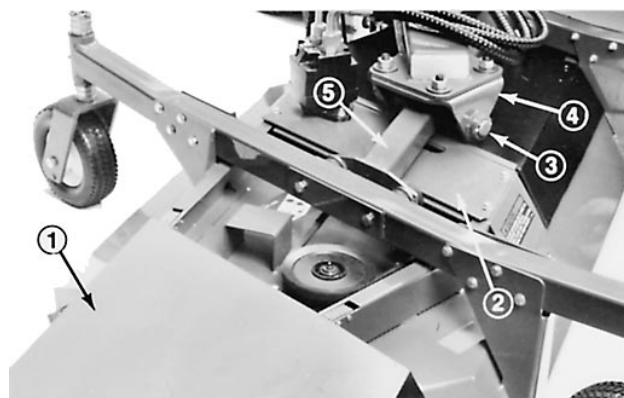

Figure 66
3. Enlever les vis à épaulement qui fixent la plaque du réducteur à l'unité. Pour séparer la plaque et l'ensemble moteur d'entraînement de l'unité, tourner l'extrémité de la plaque vers le groupe de déplacement (Fig. 66). Incliner la plaque, l'ensemble moteur et poulie sur le côté et les déposer de l'unité. Veiller à ne pas plier, tordre, couder ou endommager les conduits hydrauliques flexibles.
4. Enlever le contre-écrou qui fixe l'axe de pivot de l'unité dans la chape et la barre de levage (Fig. 66).